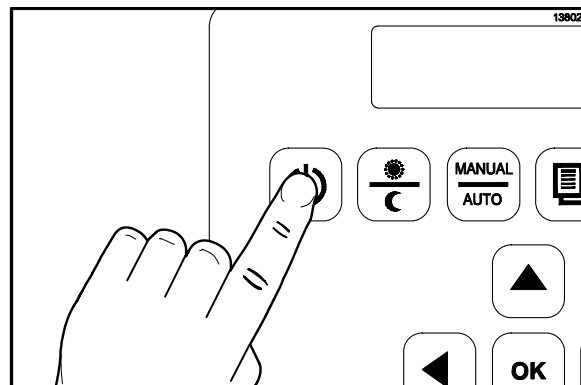

Рисунок 13
2. Нагрейте гриль, нажав на кнопку  и удерживайте ее в нажатом состоянии в течение 3-5 секунд. На экране блока управления появится сообщение "УТРО, СЛИШКОМ ХОЛОДНО" и "УТРО, ЯЙЦА, СЛОЖЕННЫЕ". (См. рис. 13)